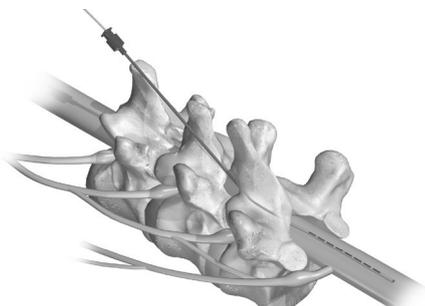

Figure 4. Positionnement de la sonde
8. Faites progresser la sonde jusqu'au niveau vertébral approprié sous contrôle radioscopique. Une longueur de sonde suffisante (par exemple au moins 10 cm ou l'équivalent de 3 vertèbres) doit se trouver dans l'espace épidural afin de faciliter la stabilisation de la sonde (voir Figure 4).